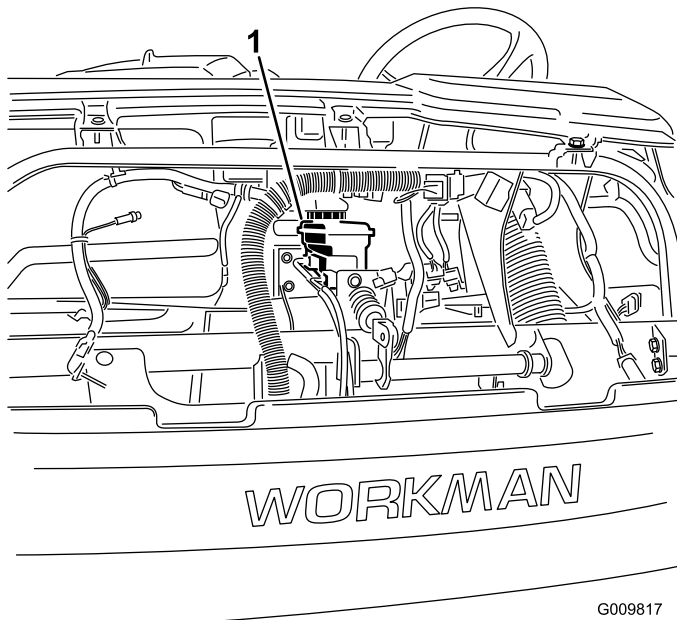
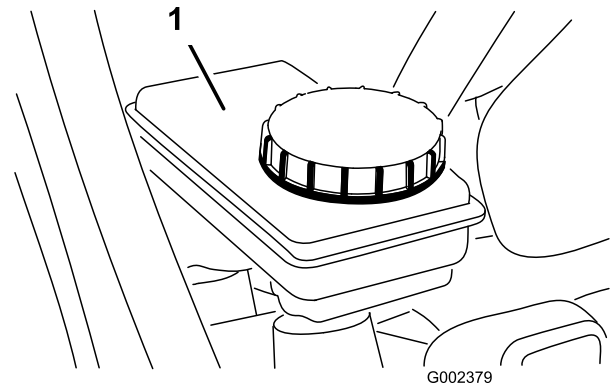

Figura 26
Figura 27
3. Compruebe el nivel del depósito del líquido de frenos (Figura 26 y Figura 27).
- A. Limpie la zona alrededor del tapón del depósito (Figura 27).
- B. Retire el tapón del depósito (Figura 27).
- C. Añada la cantidad especificada de aceite hidráulico hasta la línea Lleno del depósito (Figura 27).
- D. Instale el tapón (Figura 27).